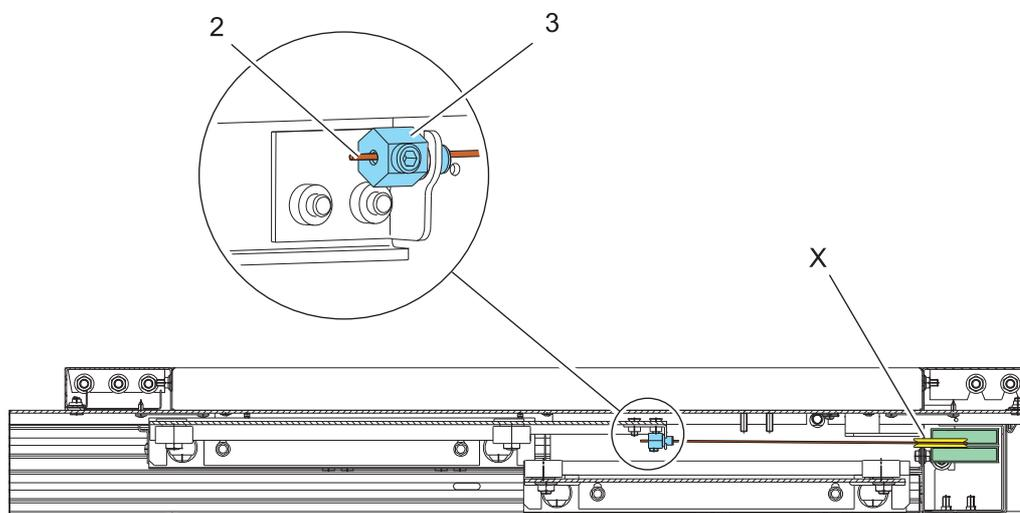

Abb. 64
- Schließgewichtführung mit oberem Winkel (5) am Kämpfer festschrauben.
- Seil stets am schnellen Hänger befestigen (Befestigungsprinzip wie Abb. 64). Dabei sicherstellen, dass das Schließgewicht bei geschlossener Tür mindestens folgenden Abstand zur Schwelle hat: 50 mm Stahlseil / - 150 mm Perlonseil